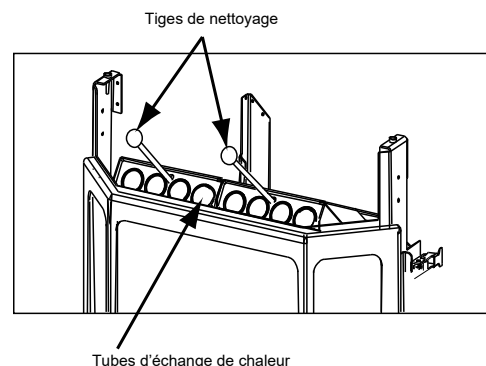

Figure 17.1
- Pour avoir accès aux tiges de nettoyage, soulevez le couvercle de la trémie. Les deux tiges-poussoirs courbées sont localisées près de l'avant de l'appareil à droite et à gauche (**Figure 17.1**).